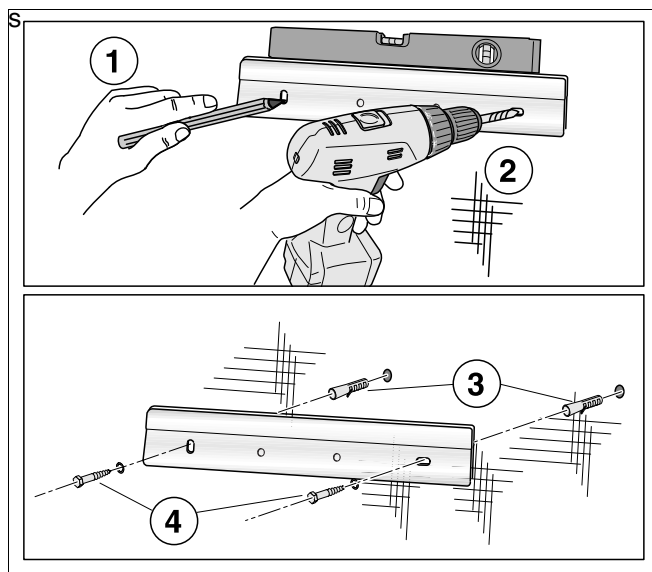

Рис. 7 Установка настенного кронштейна
- Наметить оба отверстия с помощью настенного кронштейна (рис. 7, шаг 1).
- Просверлить в стене 2 отверстия (рис. 7, шаг 2).
- Вставить в отверстия 2 дюбеля, входящих в комплект поставки (рис. 7, шаг 3).
- Смонтировать настенные кронштейны с помощью 2 винтов, входящих в комплект поставки, в горизонтальном положении (рис. 7, шаг 4).